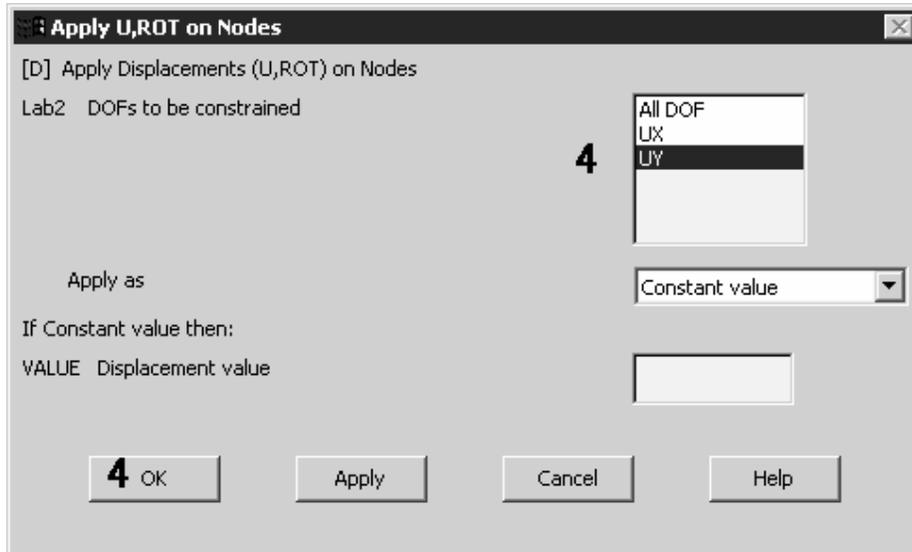

图 12. 40 定义轴向位移约束
5. 在对话框中单击 DOFs to be Constrained (约束自由度)列表框中“UY”, 使其高亮度显示。其余设置保持缺省, 单击对话框中的 **OK** 按钮关闭对话框, 完成自由度约束的定义。定义的自由度耦合集和位移约束在 ANSYS 的图形输出窗口中显示如图 12. 41 所示。